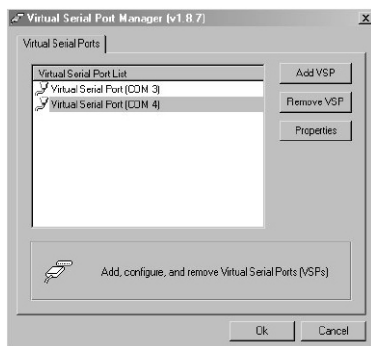

Рис. 12. Окно программы *Virtual Serial Port Manager* с двумя виртуальными последовательными портами (COM3 и COM4)
3. Для каждого локального порта **VP-311DVI** можно создать свой виртуальный последовательный порт (рис. 12).